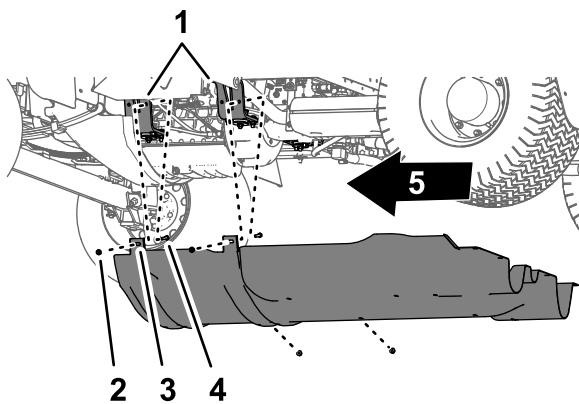

Bild 65
2. Nehmen Sie die vier Sicherungsbundmutter (5/16") von den Schrauben und der Schlossschraube ab, mit denen die Befestigungsnasen der Fahrwerkabdeckung an den Befestigungshalterungen des Motors der Maschine befestigt sind (Bild 65).
- Nehmen Sie die Fahrwerkabdeckung von der Maschine ab (Bild 64 und Bild 65).
- Fluchten Sie die Fahrwerkabdeckung mit dem unteren Chassis der Maschine aus, siehe Bild 65 in Entfernen der Fahrwerkabdeckung (Seite 55).
- Schieben Sie die Befestigungsösen der Fahrwerkabdeckung über die Schrauben und die Schlossschraube an den Motorbefestigungshalterungen der Maschine, siehe Bild 65 in Entfernen der Fahrwerkabdeckung (Seite 55).
- Befestigen Sie die Fahrwerkabdeckung mit den vier Sicherungsbundmutter (5/16"), die Sie in Schritt 2 von Entfernen der Fahrwerkabdeckung (Seite 55) entfernt haben, an den Befestigungshalterungen des Motors (Bild 65).